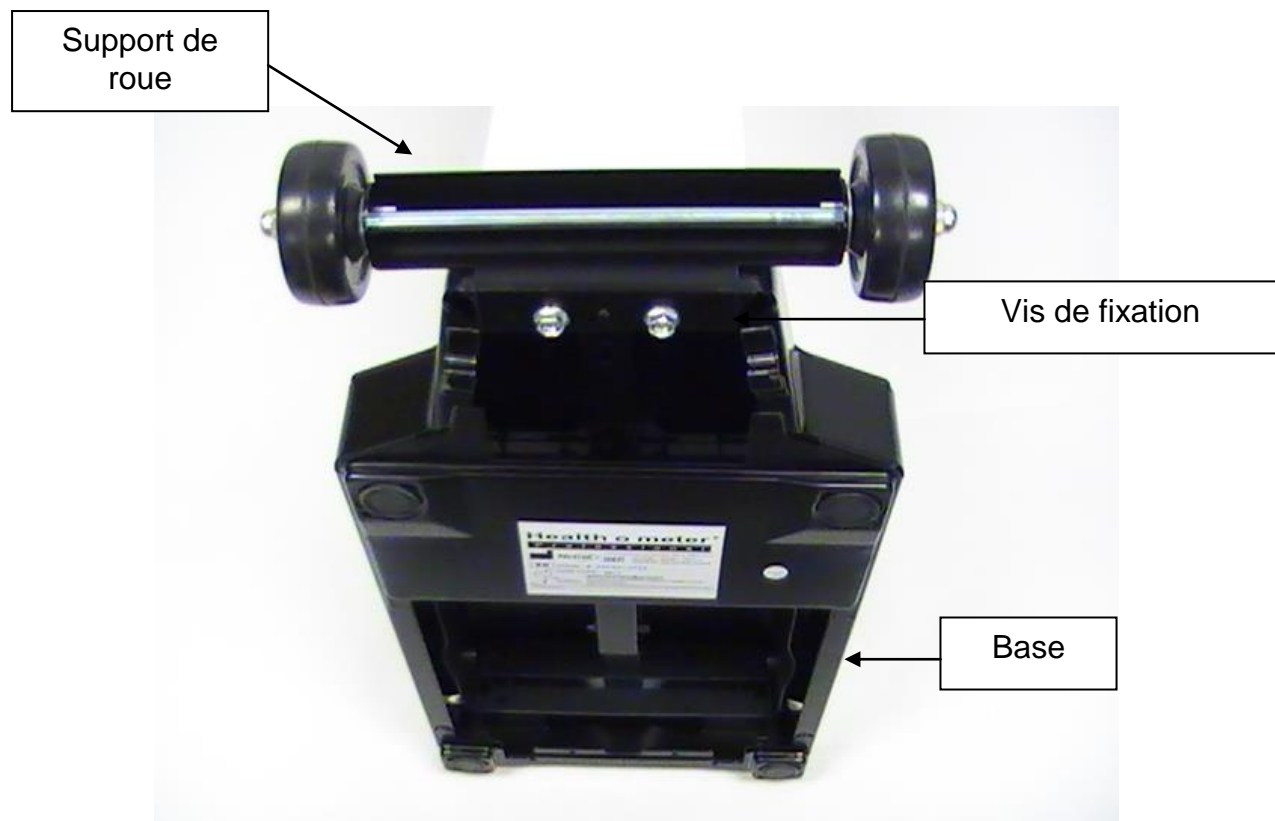

Figure 10
4. Installez les vis de montage à travers le support de roue, la base et la plaquette de serrage. Serrez les vis de montage de manière sécuritaire. (voir la figure 10 à la page 12)